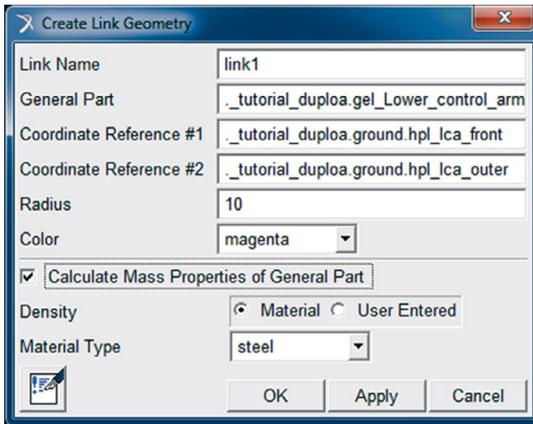

Figura 5.21 – Criação do *Link* associado ao *General Part* criado na Etapa 5.
- A janela *Create Link Geometry* será aberta e deverá ser preenchida conforme ilustrado na Figura 5.21. Observe que a opção para calcular as propriedades de massa do *General Part* (*Calculate Mass properties of General Part*) deve ser assinalada. Isso no caso de se desejar atualizar os dados de propriedades de massa inseridos na Etapa 5.